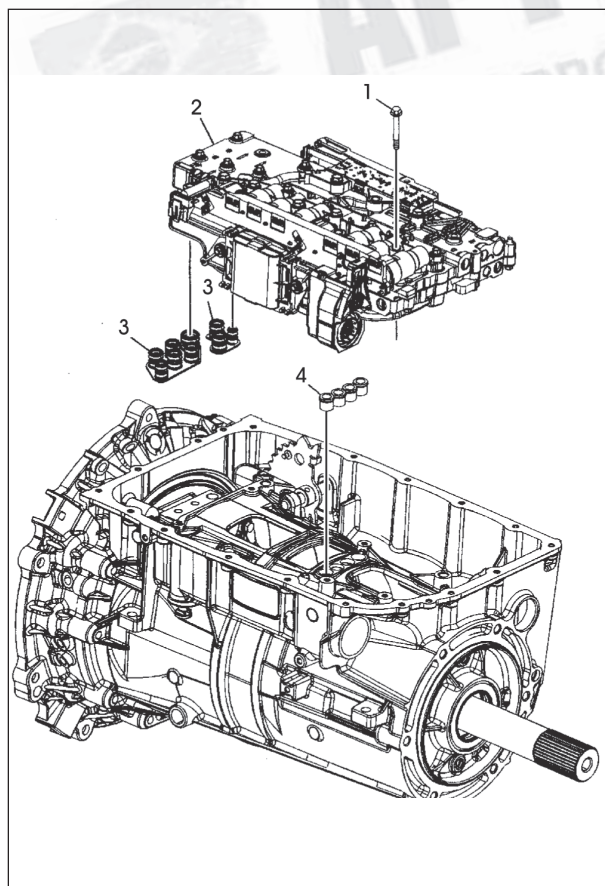

Figura 42
13. Remova o conjunto do corpo de válvulas, conforme mostra a figura 42. **Nota: Utilize de cuidado ao manusear o corpo de válvulas, pois ele inclui o corpo de solenóides e o módulo TCM.**
14. Remova e descarte os vedadores do corpo de válvulas à bomba e o vedador do corpo de válvulas ao suporte central, conforme mostra a mesma figura 42.